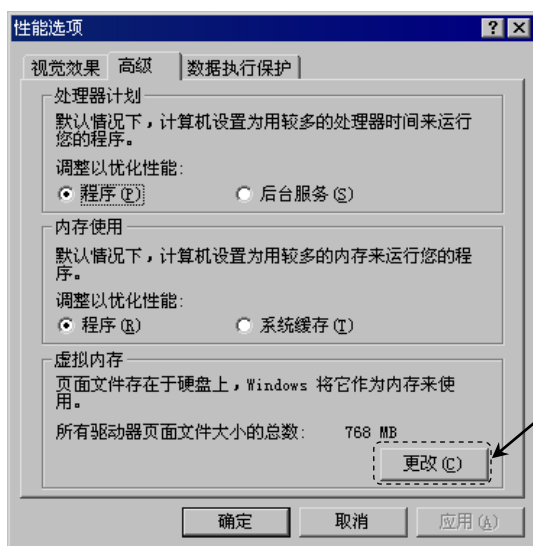

图 2.3.6 “性能选项”对话框
Step4. 在图 2.3.6 所示的“性能选项”对话框中单击 **高级** 选项卡, 在 **虚拟内存** 区域中单击 **更改(C)** 按钮。